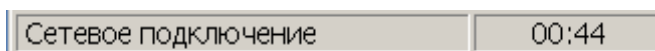

Рисунок 4
6. При удачном подключении прозвучит звуковой сигнал и появится сообщение в нижней части экрана “Подключение по сети” и включится таймер в нижнем правом углу. Рисунок 4